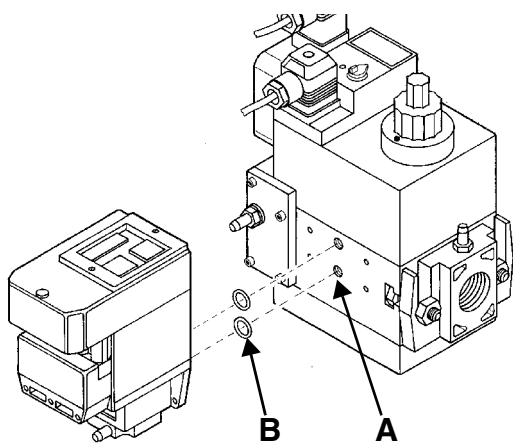
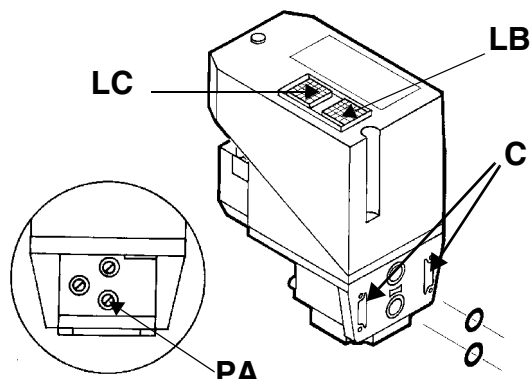

Рис. 15
Рис. 16
- 3). снять крепежные винты группы Multibloc (Рис. 15-A)
- 4). вставить уплотнительные кольца (10,5x2,25) в VPS 504 (Рис. 16-В, Рис. 15-В)
- 5). закрутить 4 винта блока контроля герметичности (M4x16) Рис. 15-С.
Для проверки работы, подсоедините манометр к штуцеру для отбора давления PA (Рис. 16). Если проверка завершилась положительно, через несколько секунд загорается жёлтая лампочка LC (желтая). В противном случае загорается красная лампочка блокировки LB. (красная). Чтобы перезапустить горелку, необходимо разблокировать блок управления нажатием на светящуюся кнопку LB.